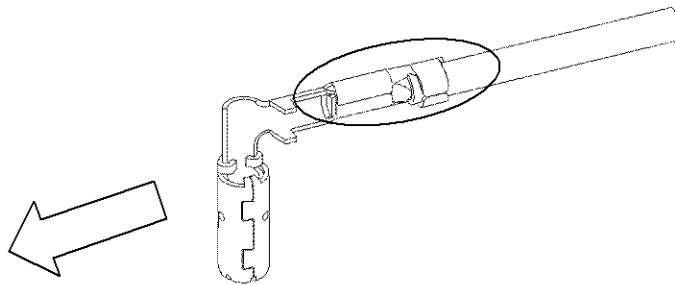

Fig. 11
- d) 束を分離する際には、端子同士がからみ変形するのを防ぐため、必ずFig. 11に示す部分をつかみ、端子が絡まない様に注意して、一本一本分離作業を行って下さい。